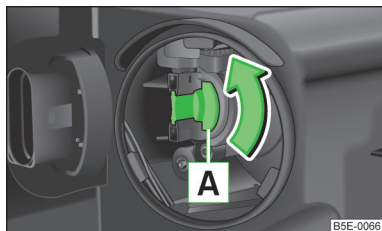

Fig. 176
- ▶ Rotiți soclul » fig. 176 până la limită în sens antiorar și extrageți-l.